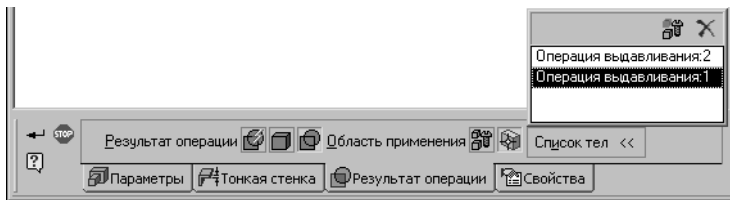

Рис. 87.5. Задание области применения приклеиваемого элемента выдавливания
- ▼ При приклеивании к детали формообразующих элементов, а также при создании листового тела область применения операции задается на вкладке **Результат операции** Панели свойств (рис. 87.5). Группа элементов управления **Область применения** доступна, если активен переключатель **Объединение**.